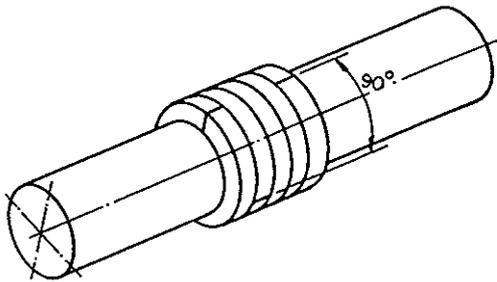

Fig. 15 – Posição dos anéis defasados em 90°
- Proceder à montagem na seqüência inversa da desmontagem, introduzindo cada peça no interior da câmara com o auxílio do aperta gaxeta. Os anéis de gaxeta deverão ser montados com o corte defasado cerca de 90° um em relação ao outro. (Vide fig. 15).